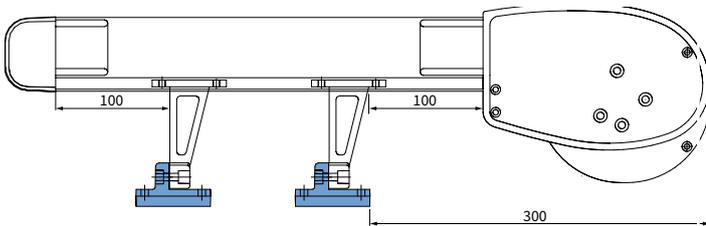

Fig. 4 Vue latérale, pose des pieds
- Montez les pieds sur le toit de la véranda. Les pieds doivent être placés avec précision au milieu des coulisses. Nous recommandons de placer le pied du haut à environ 100 mm du caisson et celui du bas, à environ 100 mm du dessous du profilé. **(Voir figures 4 et 5)**